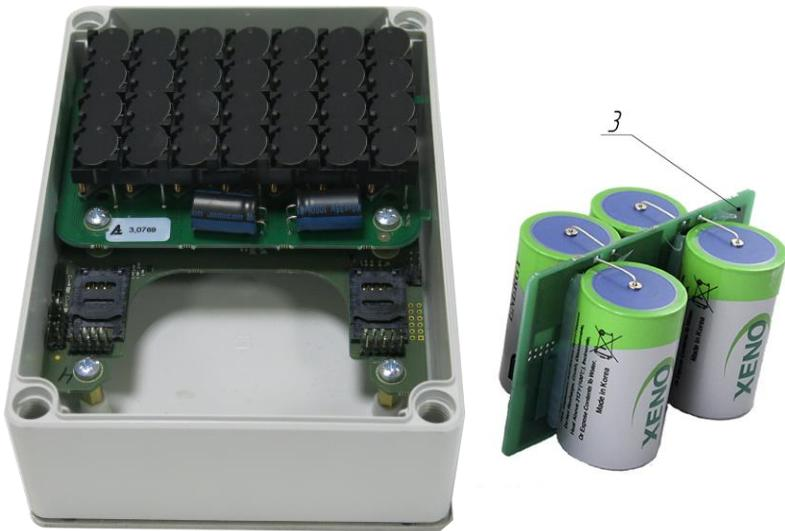

Рисунок 3.2
- 2) Подготовить батарейный блок - 3 (см. Рисунок 3.2).